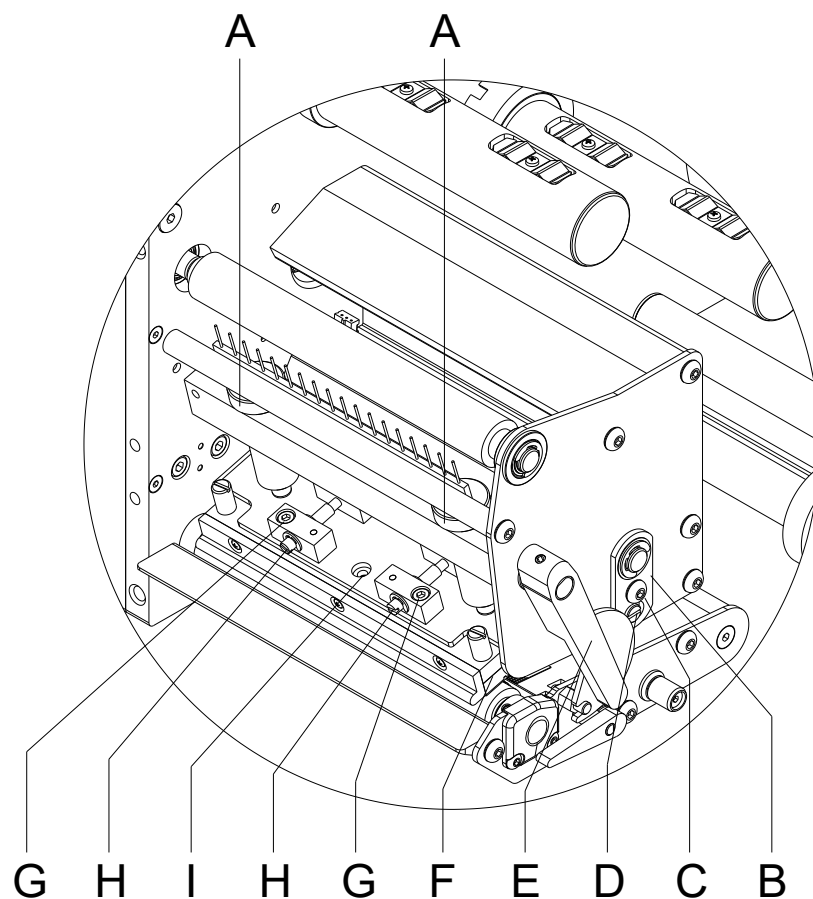

Abbildung 29
Falls nach Einstellen der Parallelität kein gleichmäßig starker Druck über die gesamte Druckbreite vorliegt, kann mit dem Stellblech (B, Abbildung 29) ein Ausgleich geschaffen werden.
1. Schraube (C, Abbildung 29) ca. $\frac{1}{4}$ Umdrehung lösen.
2. Exzenterbolzen (D, Abbildung 29) drehen, um einen Druckausgleich zu schaffen und solange nachstellen, bis ein gleichmäßiges Druckbild vorliegt.
3. Schraube (C, Abbildung 29) wieder anziehen.
Der Kopfandruck kann mit den Schrauben (A, Abbildung 29) an der Innen- bzw. Außenseite des Druckkopfes verändert werden. Eine Erhöhung des Kopfandrucks führt auf der entsprechenden Seite zu einer Verbesserung der Druckbildschwärzung und zu einer Verschiebung des Bandlaufs in die entsprechende Richtung.
1. Andruckschrauben (A, Abbildung 29) drehen, um den Druckkopfandruck zu verändern.
2. Drehen der Andruckschrauben (A, Abbildung 29) bis an den Anschlag im Uhrzeigersinn ergibt eine Andruckerhöhung von 10N gegenüber der Werkseinstellung.
3. Drehen der Andruckschrauben (A, Abbildung 29) genau eine Umdrehung vom Rechtsanschlag gegen den Uhrzeigersinn, ergibt die Werkseinstellung.